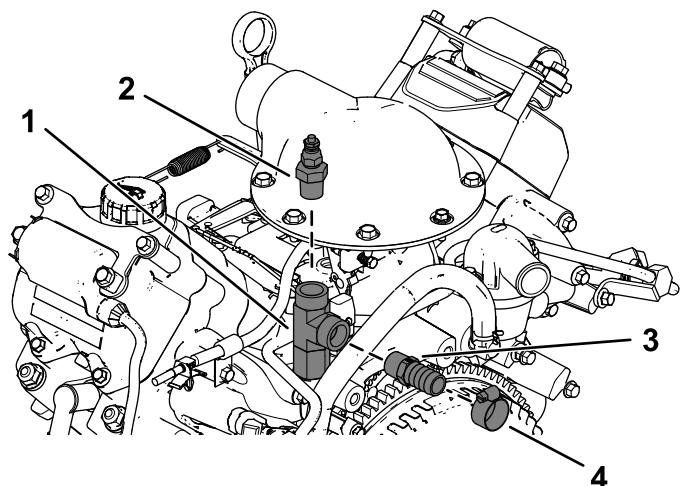

Figura 9
3. Instale el interruptor de temperatura y la manguera ($\frac{3}{8}$ ") y el acoplamiento del adaptador ($\frac{3}{8}$ ") con abrazaderas, tal y como se muestra en la Figura 9.